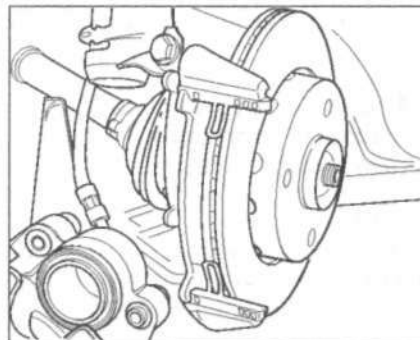

Рис. 11.11. Установите внутреннюю тормозную колодку и закрепите ее фиксатором к поворотному кулаку.
3. Установите внутреннюю тормозную колодку и закрепите ее фиксатором к поворотному кулаку (рис. 11.11). Установите наружную тормозную колодку.